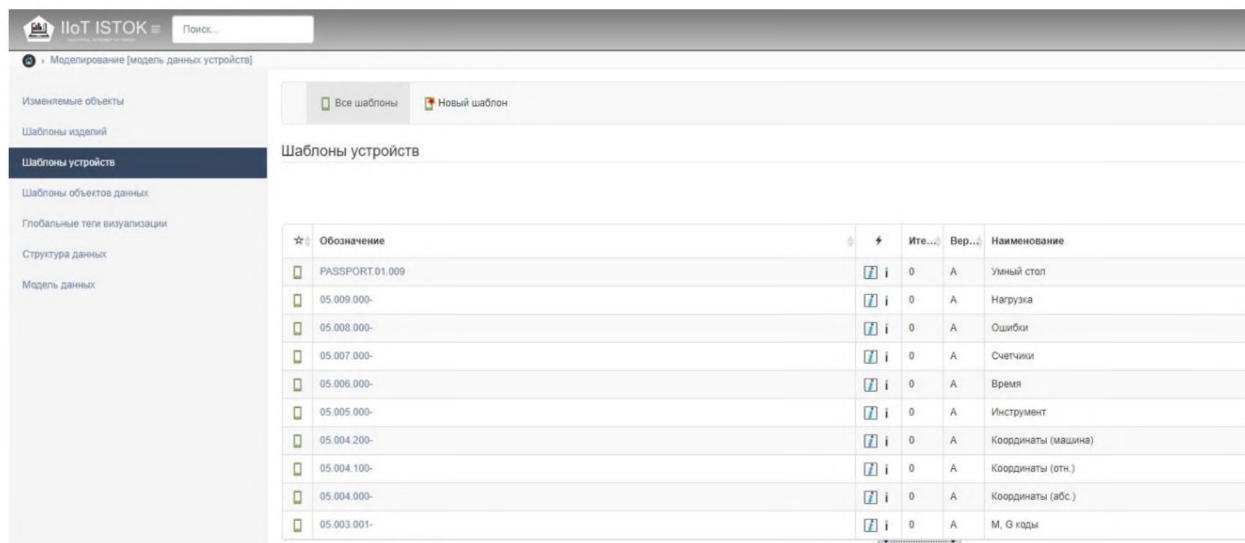

Рисунок 38 – Вкладка **Шаблон устройств**
1) В режиме **Моделирование** перейдите на вкладку **Шаблоны устройств**. Нажмите кнопку **Новый шаблон** (рис. 38).